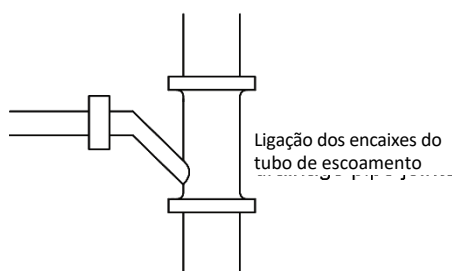

Fig. 4.3.6
N.º 1: Ligação das juntas dos tubos de drenagem (Fig. 4.3.6) N.º 2: